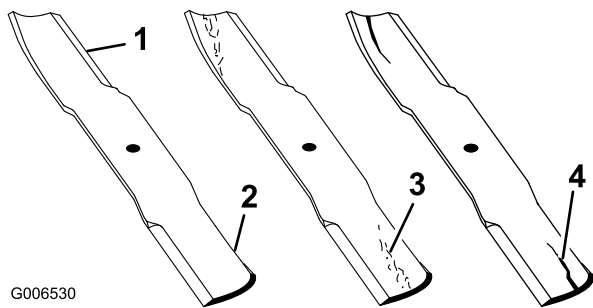

Figure 70
2. Examinez le tranchant des lames (Figure 70). Si les lames sont émoussées ou présentent des indentations, déposez-les et affûtez-les. Voir Affûtage des lames (page 55).
3. Inspectez les lames, surtout la partie relevée (Figure 70). Remplacez immédiatement toute lame endommagée, usée ou qui présente une entaille (Figure 70).